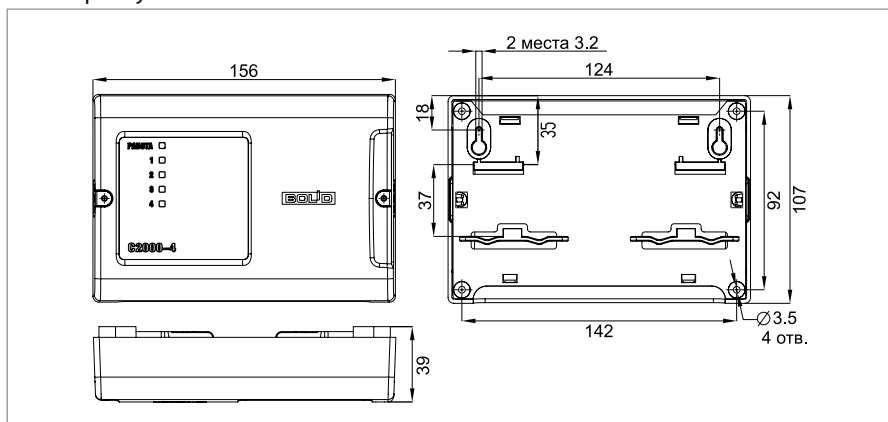

Рисунок 18. Внешний вид, габаритные и установочные изделия
1.1. Вариант 1 (Навешивание изделия на два шурупа и фиксация третьим шурупом). Наметьте на стене места для трех установочных отверстий (двух верхних, имеющих форму пазов для навешивания, и одного из нижних на выбор) в соответствии с габаритным чертежом (см. Рисунок 18)